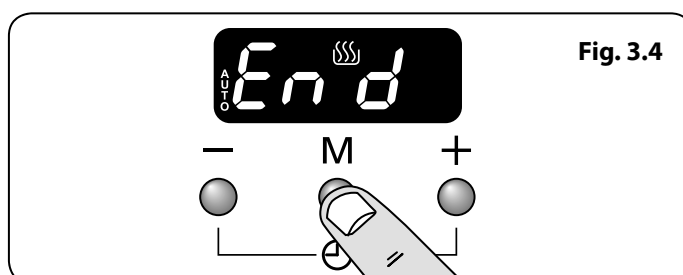

Fig. 3.4
1. Appuyer sur le bouton mode [M] 3 fois, jusqu'à ce que l'écran clignote (Fin) (Fig. 3.4).